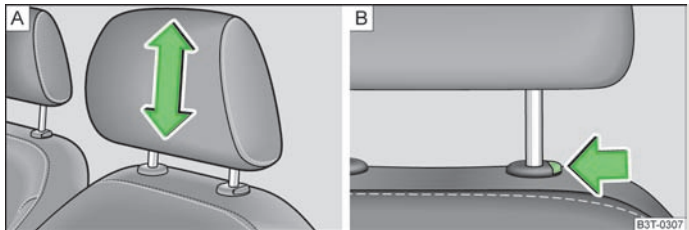

Abb. 59 Kopfstütze: Einstellen / Ausbauen
- Die Kopfstütze seitlich mit beiden Händen anfassen und diese je nach Wunsch nach oben schieben » Abb. 59 - A.
- Möchte man die Kopfstütze nach unten verschieben, dann die Sicherungstaste » Abb. 59 - B mit einer Hand drücken und gedrückt halten, und mit der anderen Hand die Kopfstütze nach unten drücken.
- Die Sicherungstaste in Pfeilrichtung drücken » Abb. 59 - B und die Kopfstütze herausziehen.